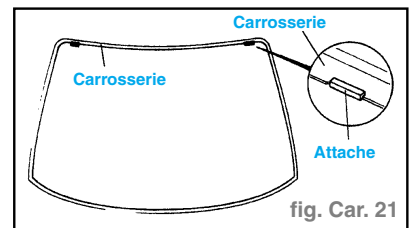

fig. Car. 21
- Fixer les attaches sur la carrosserie comme indiqué. (fig. Car. 21)